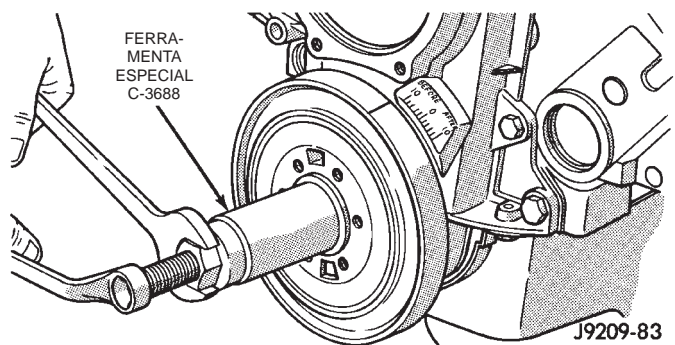

Fig. 32 Instalando o Abafador de Vibração
- (1) Posicione o abafador de vibração no eixo de manivelas.
- (2) Coloque a ferramenta de instalação, parte do Conjunto da Ferramenta do Extrator C-3688, na posição adequada e pressione o abafador de vibração no eixo de manivelas. (Fig. 32).